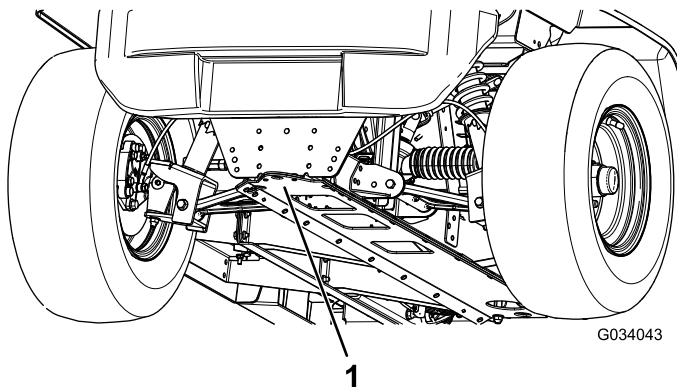

Figure 24
- Le point de levage avant de la machine est situé à l'avant du cadre, derrière la flèche d'attelage (Figure 24).